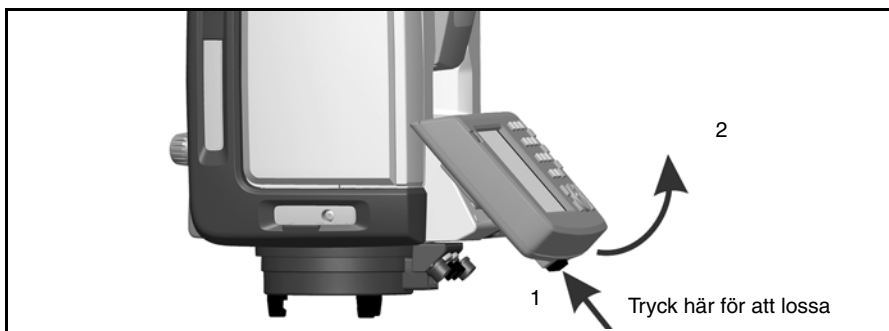

Bild 4.36 Borttagning av kontrollenheten Trimble CU
1. Tryck in låsknappen på kontrollenhetens undersida. Bild 4.36 (1)
2. Lyft ut nederdelen av kontrollenheten från instrumentet. Bild 4.36 (2)